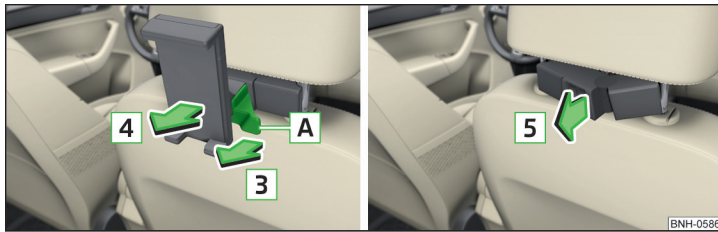

Abb. 86 Halter ausbauen / Adapter abnehmen
- An der Sicherungslasche **A** in Pfeilrichtung **3** ziehen » Abb. 86.